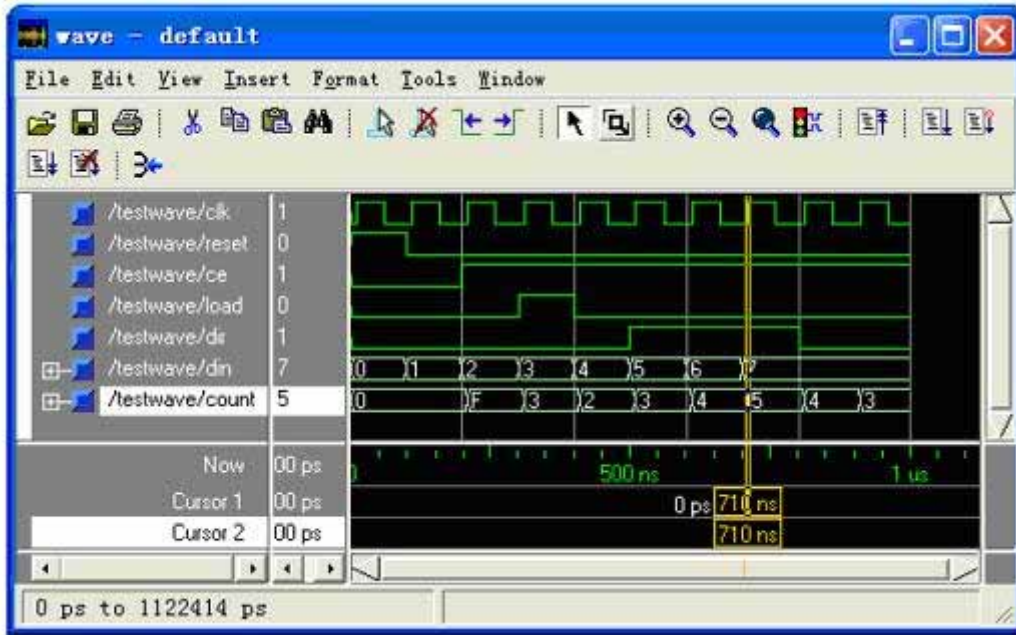

图 16 ModelSim 行为仿真结果
Step3. 双击Simulate Behavioral VHDL Model，ModelSim 会自动运行，仿真结果出现在 ModelSim 的波形窗口（Wave Windows）中，如图 16 所示，从双击命令到所有窗口的出现都是在ISE 自动创建的仿真宏文件（.fdo）的控制下来完成了，用户可以在工程存放的路径下看到该文件counter_tbw.fdo；用记事本打开该文件可以看到其内容。
Step4. 打开波形窗口，单击按钮 ，可以将所有波形在屏幕中显示，仿真结果如图 16 所示。可以看到，时钟上升沿和计数值改变的時刻之间相差为零（图中两根竖线之间的间距为零）。